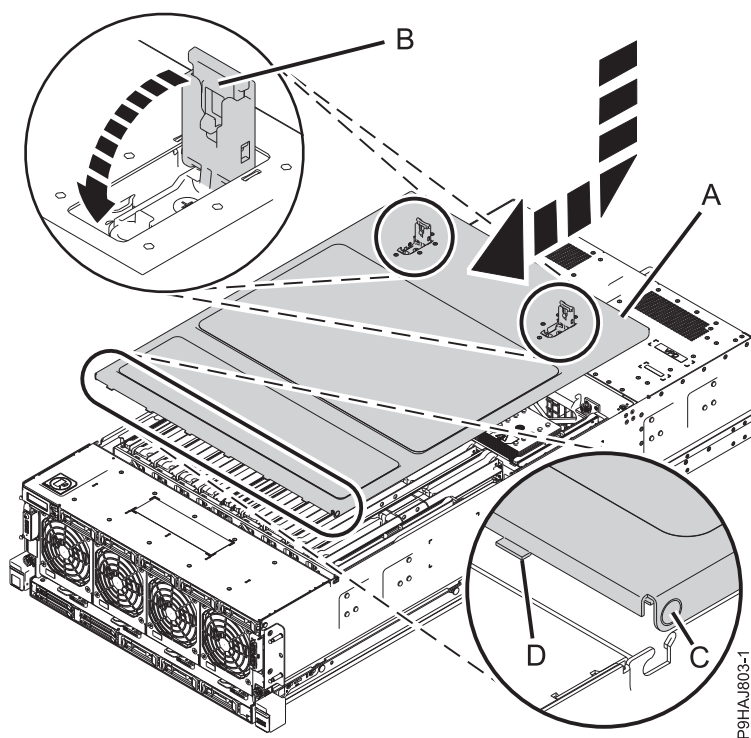

図 19. 保守アクセス・カバーの取り付け
- a. カバー **(A)** をスライドさせてシステム装置にかぶせます (21 ページの図 19を参照)。
- b. リリース・ラッチ **(B)** を、 21 ページの図 19 に示されている方向へ押して閉じます。